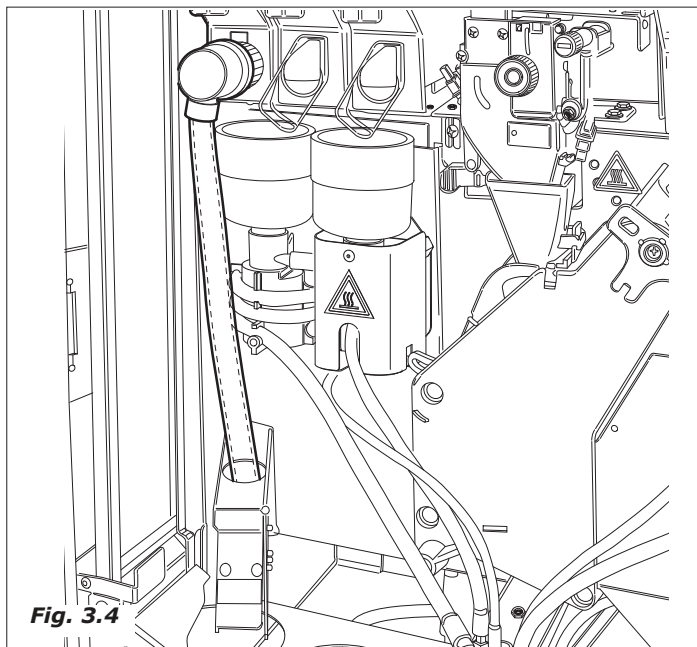

Fig. 3.4
- 1 le moteur actionne la vis sans fin du bac sucre en délivrant la quantité désirée à l'intérieur du tube convoyeur (figure 3.4).